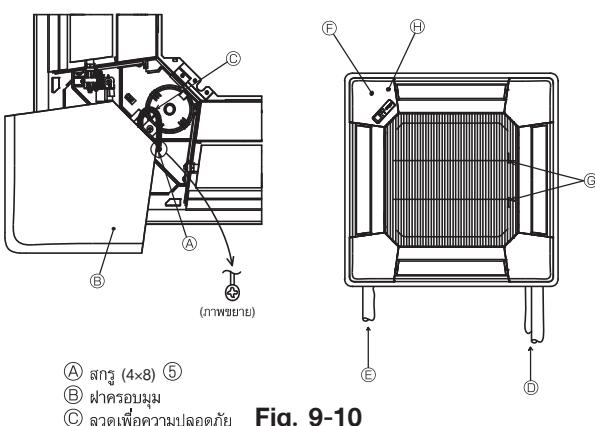

Fig. 9-10
9.6. การติดตั้งตะแกรงซ่อนคูดล้มเข้า (Fig. 9-10)